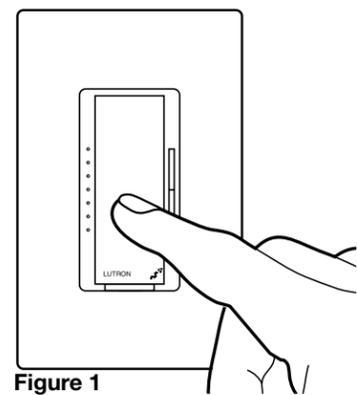

Figure 1
1. Appuyez et maintenez le bouton poussoir du gradateur/commutateur (Figure 1) pendant environ 6 secondes. Dès que les LED commencent à clignoter doucement, relâchez le bouton poussoir.